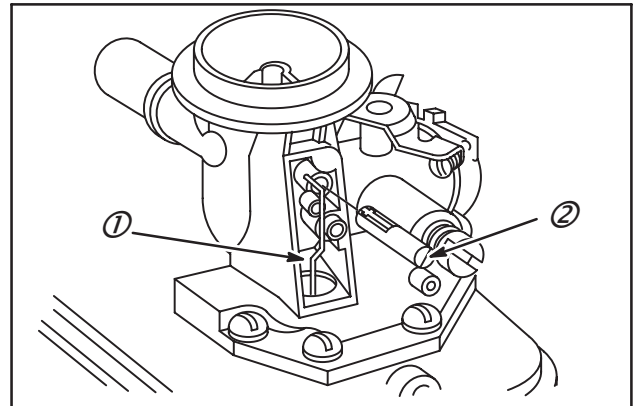

Fig. 28
Dépose du starter automatique (Fig. 28)
2. Dégager la tringle (1) du levier de starter (2) et extraire le levier, Fig. 28.